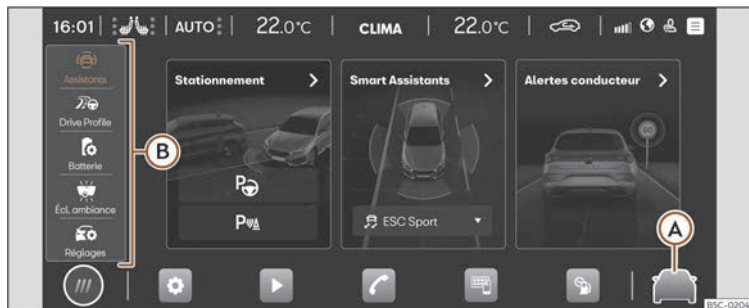

Fig. 15 Représentation schématique : Assistants et réglages du véhicule.
En appuyant sur >>> fig. 15 (A), ou, dans le menu principal, sur **Réglages du véhicule**, le menu des assistants et des réglages du véhicule s'ouvre. Ensuite, en appuyant sur l'un des menus situés dans la zone de gauche (B), l'écran affiche le menu de réglages ou d'assistants sélectionné.